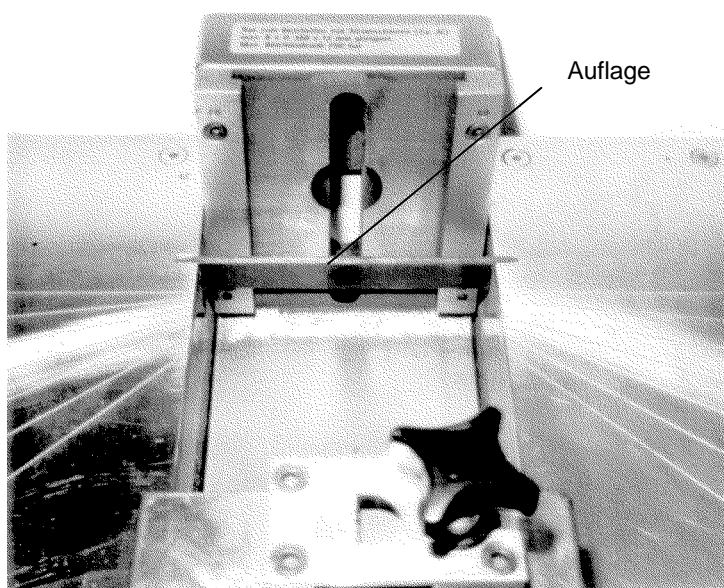

Рисунок 7: Опора
- Перед установкой инструмента необходимо удалить опору (рис. 7) основного прибора.
- Перед установкой инструмента необходимо удалить опору (узкая перемычка между опорными поверхностями, см. рис. 7) основного прибора.